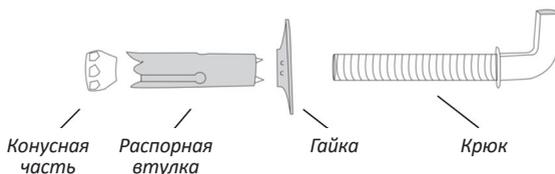

Рис. 2
3. Вставьте анкерные крюки, поднимите крючки вверх, затяните гайки, чтобы надежно зафиксировать. (рис. 2)